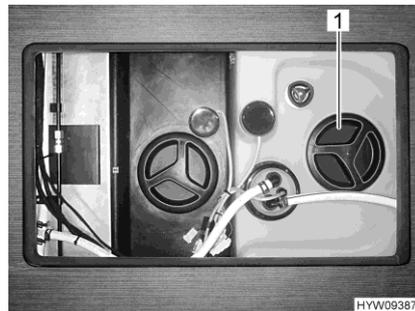

Bild 225 Reinigungsoffnung (Wassertank)
- Verschlussdeckel (Bild 225,1) des Wassertanks abnehmen.